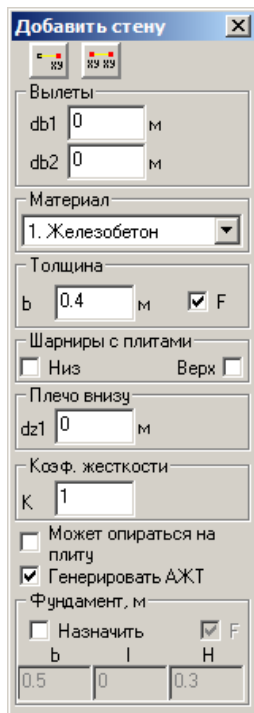

Рис.13.4.3. Окно диалога **Добавить стену**
- В открывшемся окне диалога **Добавить стену** (рис. 13.4.3) задайте следующие параметры: